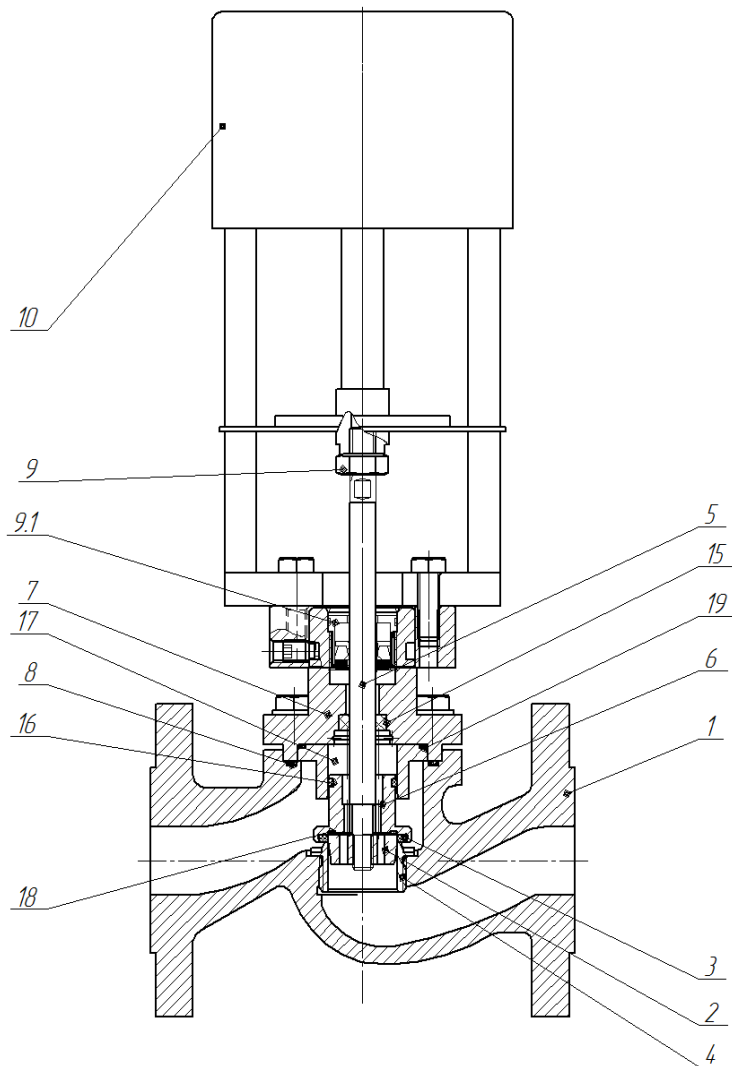

Рисунок 2. Разгруженный по давлению клапан DN 15 – 50. исполнение А.
3.1.2. Разгруженный клапан (рисунок 2) состоит из следующих основных узлов и деталей: